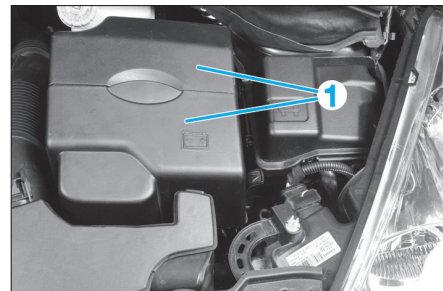

Fig. 22
- Déposer les deux protections de la batterie (1) (Fig.22).